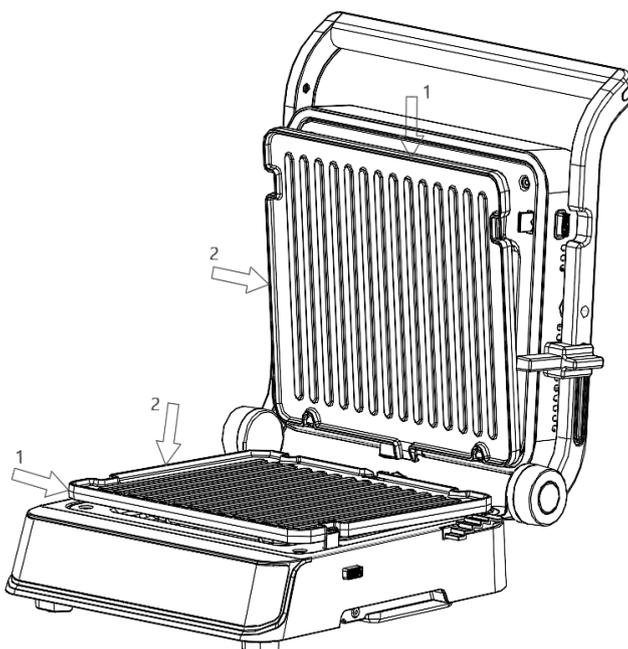

Рис. 8
2. Чтобы установить пластины гриля, откройте гриль в положение 95° или 180°, вставьте два конца пластины с выемками в фиксирующий кронштейн (1), затем нажмите на пластину до щелчка (2), как показано на рис. 8.